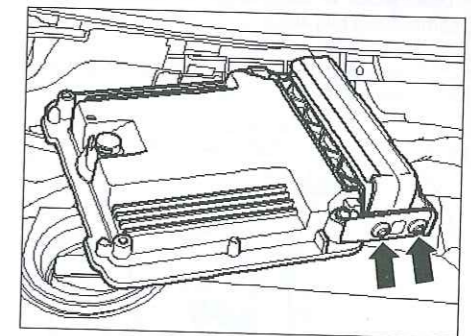

Fig. 27
- Desatornillar los tornillos de rotura con ayuda de unos alicates o de un pequeño punzón (Fig.27).